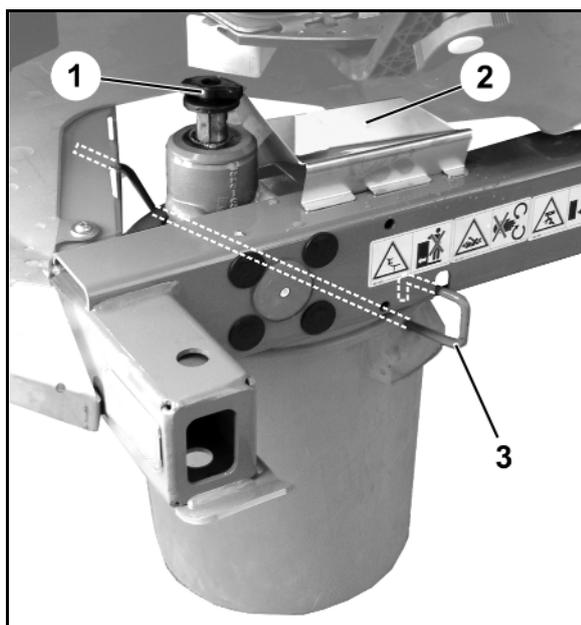

Fig. 54
- 2.1 Dévissez la vis à ailettes (Fig. 54/1) fixant le disque d'épandage et retirez ce dernier de l'arbre de la boîte de vitesses.
3. Accrochez la goulotte d'engrais (Fig. 54/2) sur le châssis.
4. Accrochez l'auge d'étalonnage au châssis à l'aide de l'étrier (Fig. 54/3) comme sur la figure.